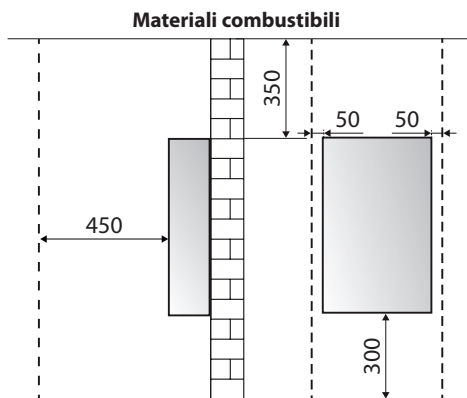

Figura 5.5
- Tenere lo scaldabagno a gas lontano da sostanze combustibili, rispettando la distanza minima indicata nella Figura 5.5.
4. La distanza tra il tubo di scarico ed eventuali materiali combustibili dev'essere superiore a 150 mm. Se il tubo di scarico dei gas combustibili deve attraversare uno strato di materiale combustibile o una parete, avvolgere il tubo in un isolante termico di spessore superiore a 20 mm (Fare riferimento alla Figura 5.5).